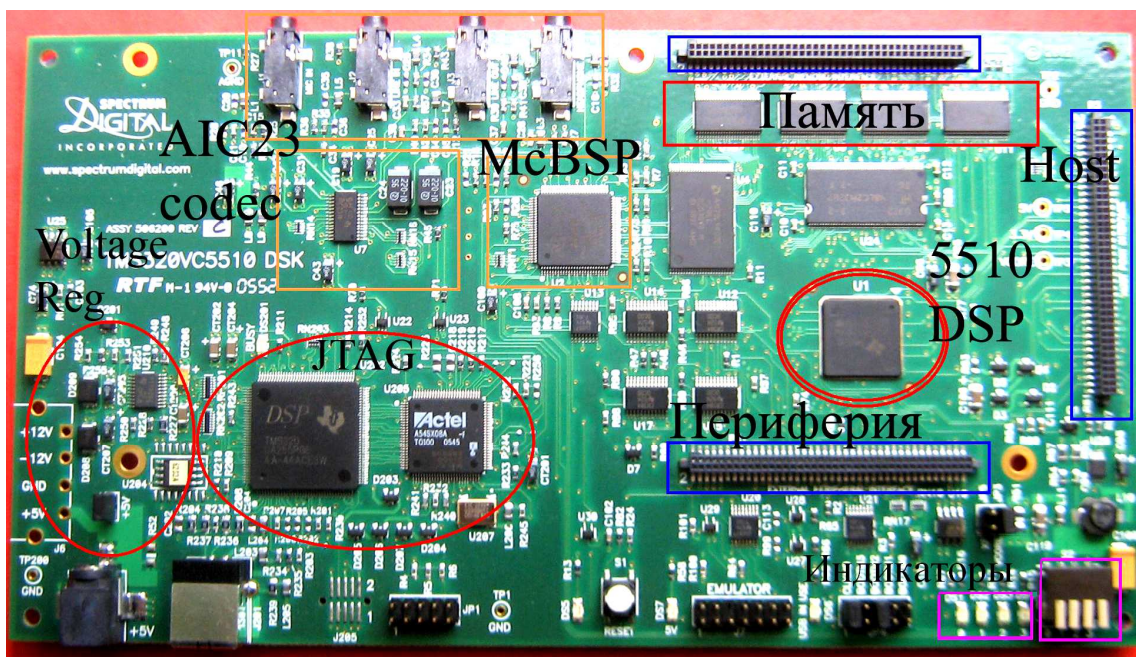

Рис. 1. Внешний вид TMS320VC5510
1. Высокопроизводительное ядро для операций с фиксированной точкой с низким энергопотреблением TMS320C55™, внешний вид которого представлен на рис. 1: